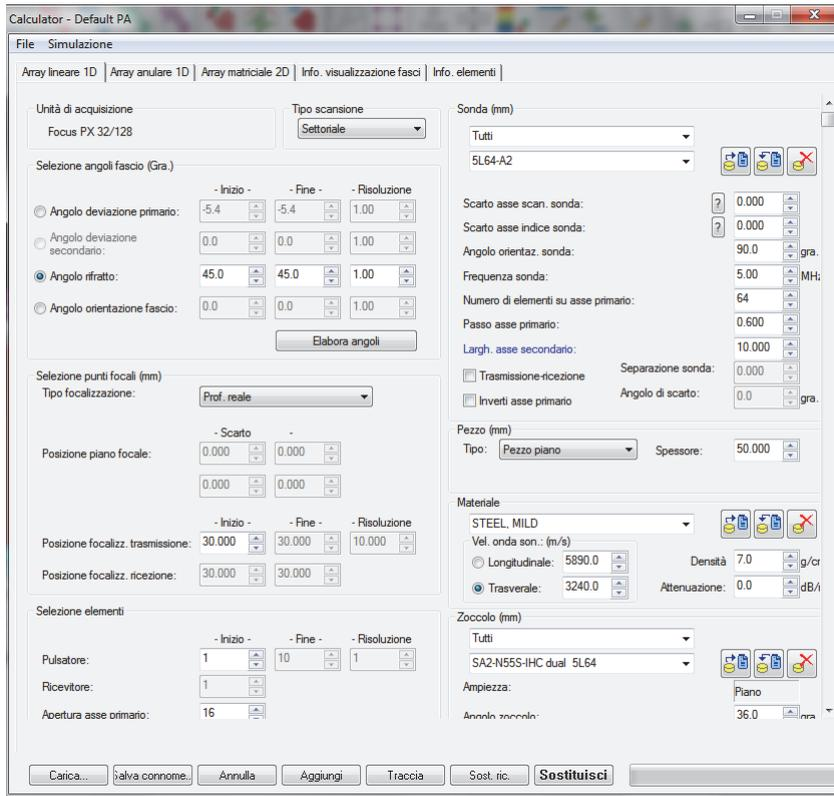

Figura 4-5 Finestra di dialogo Calcolatrice
- a) Cliccare sulla scheda **Array lineare 1D** per un'ispezione ad ultrasuoni phased array con sonda a fascio angolare (vedi Figura 4-5 a pagina 106).